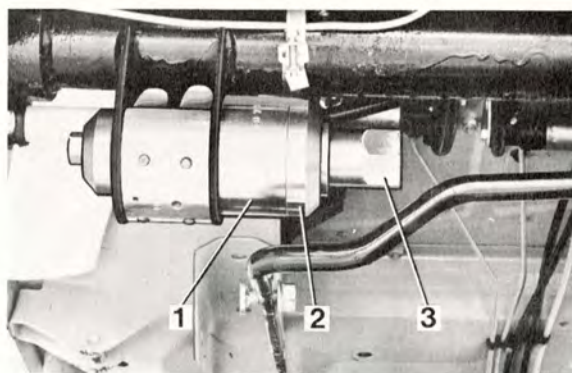
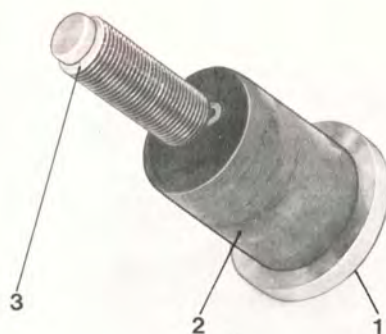

Bild 7-14.
Bild 7-15.
9. Placera hylsa "B" (1 bild 7-14) mot konsolen samt dorn "A" (2) och muttern (3) på spindeln. Centrera dorn "A" mot hylsan "B" innan muttern dras åt.
10. Dra ut bussningen med t.ex. en mutterdragare på muttern (3), och ta därefter bort verktyget från bussningen.
11. Placera dorn "D" mot bussningens ofasade ände och centrera den mot bussningens hål. Trä spindeln genom bussningen, montera muttern på spindeln och dra fast dorn "D" med spindeln (bild 7-15).